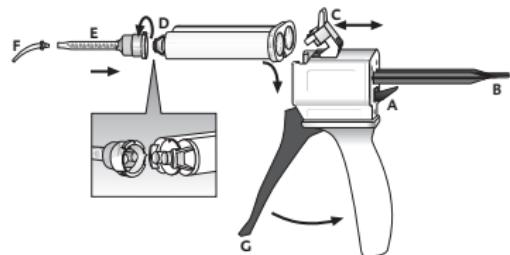

Fig. 1
1. 자동혼합 장치의 후면의 lever를 위로 올리고 (Fig 1, position A) slide를 뒤로 당깁니다. (Fig 1, position B)
2. Plastic level를 위로 올리고(Fig 1, position C) cartridge를 삽입한후 plastic level를 사용하여 고정시킵니다. (Fig 1, position C).
1. Cartridge cap을 제거 (Fig 1, position D) 또는 사용한 혼합 tip을 시계반대 방향으로 90° 돌린후 버립니다.
2. 새 혼합 tip을 부착 (Fig 1, position E)
4. 구강내 tip의 부착 (Fig 1, position F).
- ▶ 재료는 자동 혼합기의 trigger를 잡아당기면 혼합tip내에서 혼합되어 직접 사용합니다. (Fig 1, position G).
1. 자동 혼합 장치의 후면의 lever를 위로 올리고 (Fig 1, position A) slide를 뒤로 당깁니다, (Fig 1, position B)
2. Plastic level를 위로 올리고 (Fig 1, position C) cartridge를 제거 합니다.